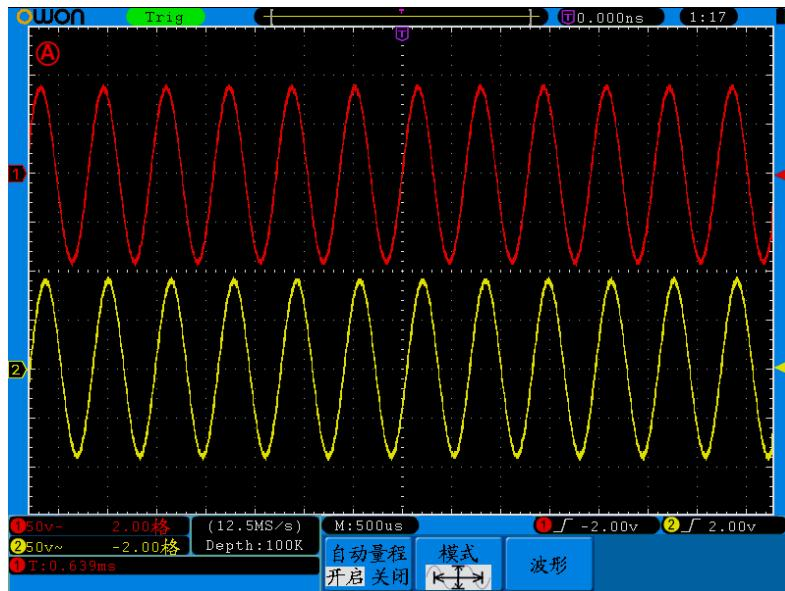

图 5-64: 自动量程 水平/垂直模式多周期波形图
4. 按 **H3** 键, 按 **F1** 键选择波形为 。见图 5-64: